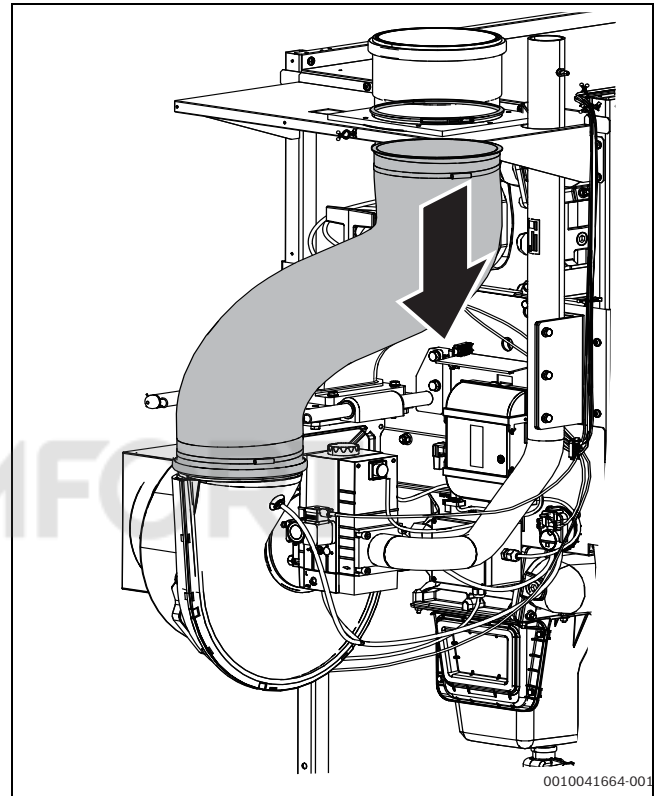

Рис. 4 Извлечение воздушного шланга по направлению вверх
- ▶ Откройте верхний хомут на воздушном шланге и извлеките воздушный шланг (→Рис. 4).